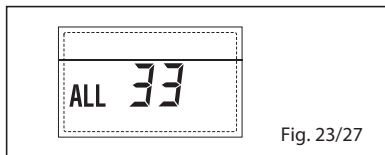

Fig. 23/27
- ANOMALIA COMUNICAÇÃO PLAQUETA RS-485 EM MODALIDADE CASCATATA "ALL 34" (fig. 23/28)